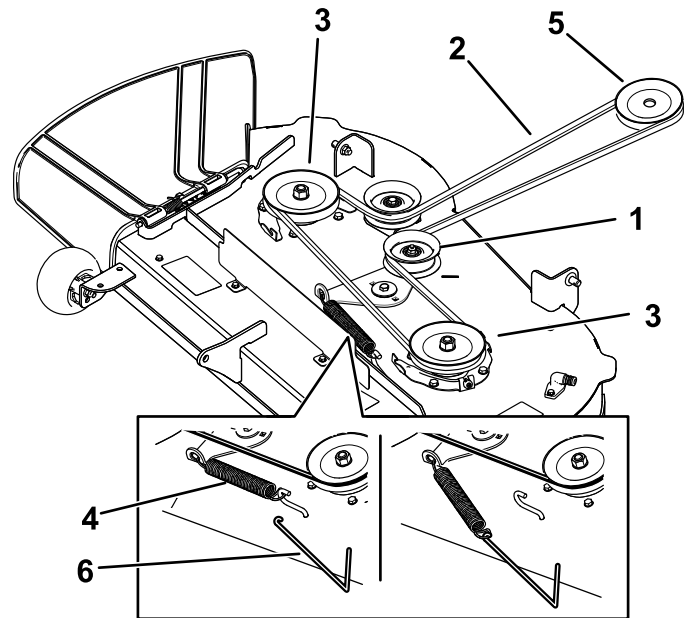
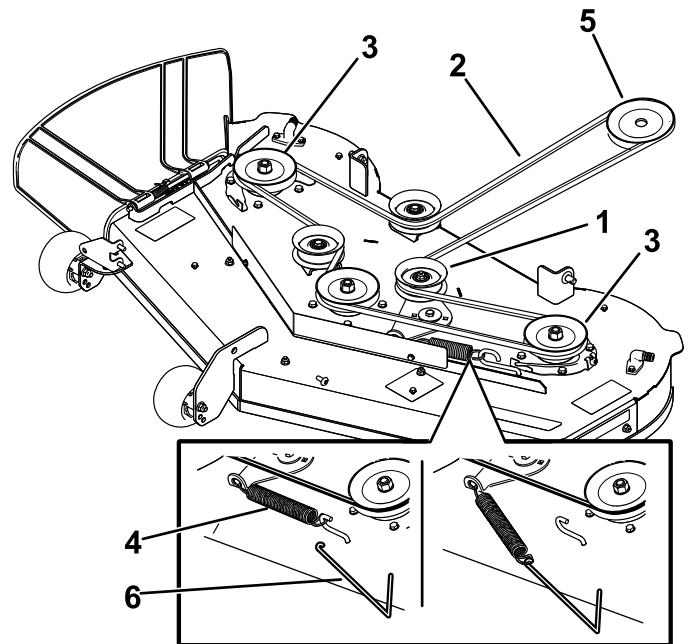

Figure 57
Figure 58
- 7. À l'aide d'un outil de dépose de ressort (réf. Toro 92-5771), décrochez le ressort du crochet sur le plateau pour détendre la poulie de tension et déchaussez la courroie des poulies (Figure 57 ou Figure 58).
8. Acheminez la courroie neuve autour de la poulie du moteur et des poulies du tablier de coupe (Figure 57 ou Figure 58).
9. À l'aide d'un outil de dépose de ressort (réf. Toro 92-5771), accrochez le ressort au crochet sur le plateau pour tendre la poulie de tension et la courroie du plateau du coupe (Figure 57 ou Figure 58).